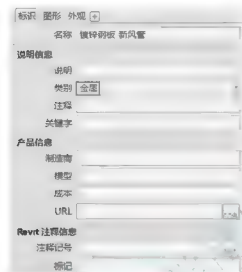

图 3.6 编辑标识
(1) 在“标识”选项卡中的类别里选择“金属”（图 3.6），单击“应用”按钮。